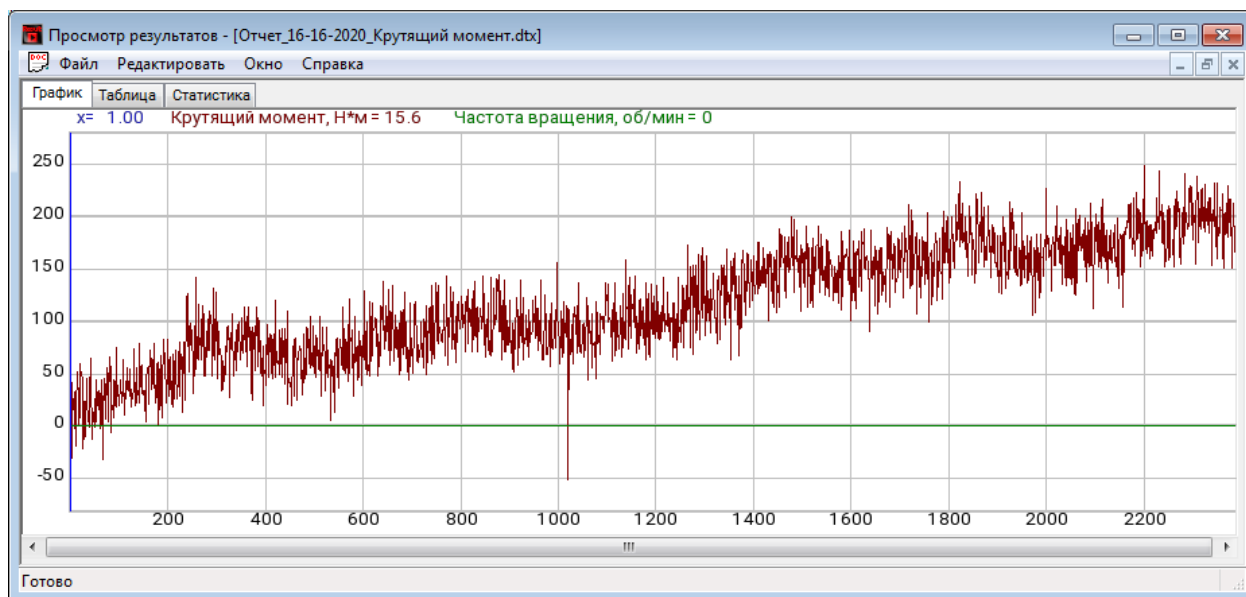

Рис. 8.3 Файл отчета с графиками измеренных характеристик
9. Просмотр сохранённого файла отчета осуществляется при помощи программы «Просмотр результатов» (Рис. 8.3). Для этого необходимо щелкнуть по файлу правой клавишей мыши и выбрать из контекстного меню «Открыть в ResultViewer».